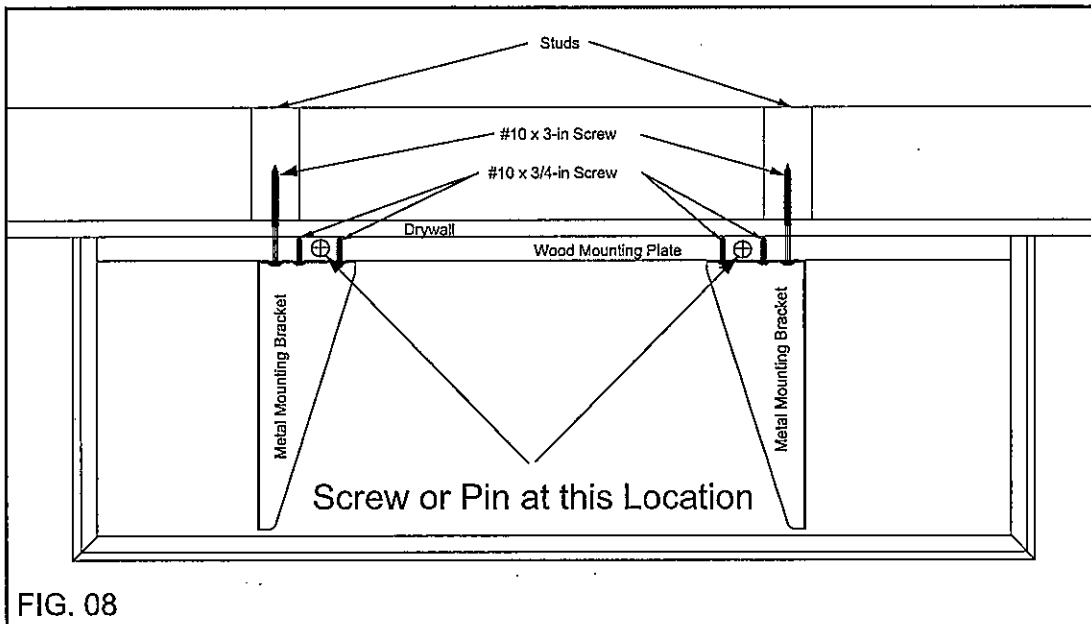

FIG. 08
**Step 8:** When you are satisfied that the **Floating Shelf** is located correctly, screw or pin the **Floating Shelf** to the **Wood Mounting Plate** as shown. When using the **#6 x 3/4-in Flat Head Screws** provided, drill 1/8-in dia pilot holes in the **Floating Shelf** at the 2 locations shown in Fig. 08 prior to inserting the screws.
**Paso 8:** Cuando considere que el estante flotante está colocado correctamente, atornille el estante flotante a la placa de montaje de madera como se muestra. Cuando utilice los tornillos de cabeza plana #6 x 3/4 pulg, perforo orificios guía de 3,17 mm de diámetro en los estantes flotantes, en los dos lugares que se muestran en la Fig. 08 antes de insertar los tornillos.